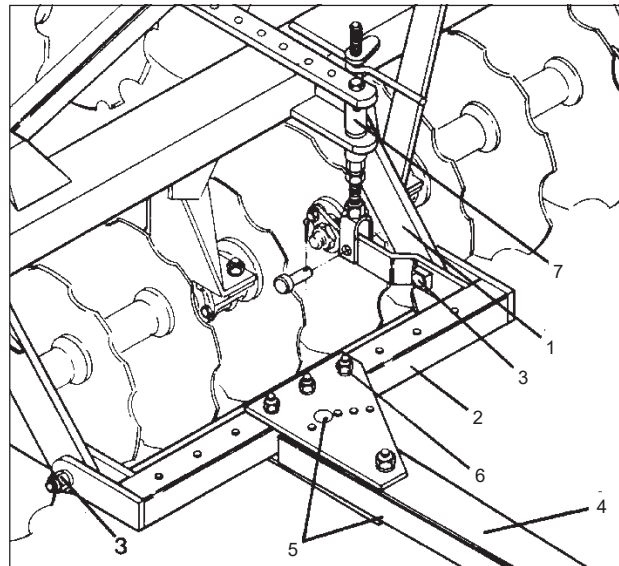

FIGURA 09
18 - Cuando la rastra tenga neumáticos, poner la manivela de traba del cabezal (7) en la barra transversal (2) y armación delantera (1), conforme muestra a **Figura 09**.